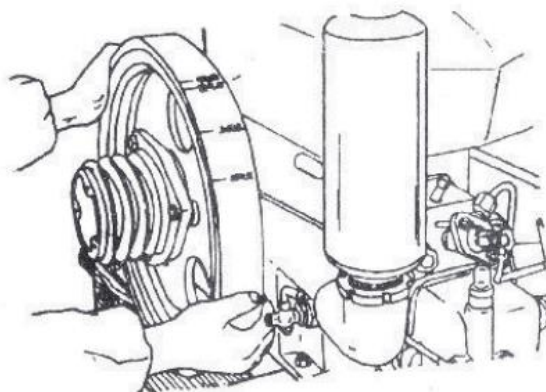

Fig. 9- Girar o volante para a posição T. D. C. exigida
- ✓ Girar o volante até não conseguir mais. Depois empurrar a alavanca de descompressão para baixo e continuar a girar o volante até a linha marcada no volante corresponder a linha marcada no radiador (Fig.9), de modo que as válvulas de admissão e descarga ficam ajustadas na condição fechada e o pistão fica ajustado na posição central neutra no curso de compressão para evitar a entrada de qualquer poeira no cilindro.
2. Girar o volante até a marca T na sua periferia coincidir com a linha marcada no radiador para ajustar o pistão no ponto morto superior no curso de compressão. (Fig.9).